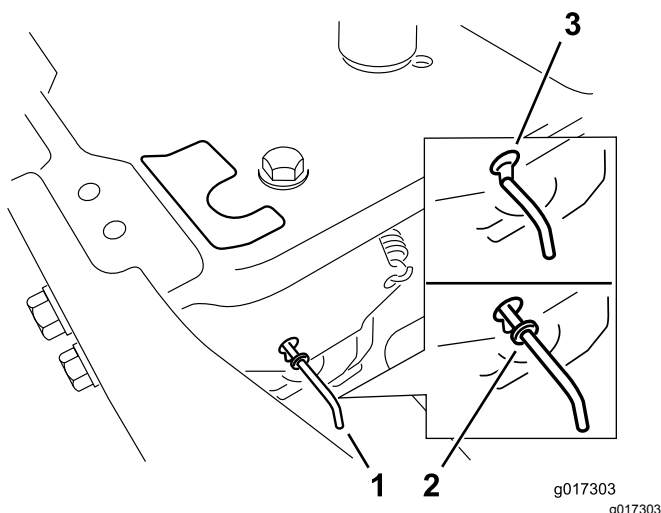

Figura 23
4. Mueva las palancas de desvío hacia adelante a través del orificio y hacia abajo para bloquearlas en esa posición, según se muestra en Figura 23. Asegúrese de hacer lo mismo con cada palanca.
Mueva las palancas de desvío hacia atrás a través del orificio y hacia abajo para bloquearlas en esa posición, según se muestra en Figura 23. Asegúrese de hacer lo mismo con cada palanca.